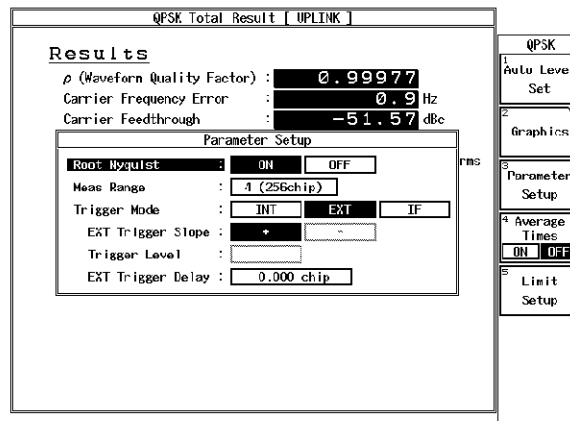

図 6-7 測定パラメータ表示
4. R3267 シリーズを CF:2GHz、RF 入力、QPSK 測定に設定し、パラメータを図 6-7 のように設定し、*DC CAL*、*AUTO LEVEL* を実行します。